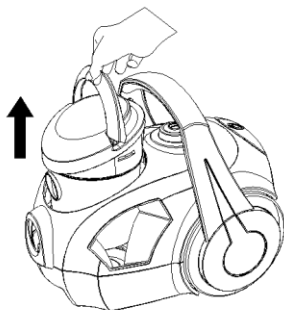

Fig. 3
- Détacher le réservoir à poussière de l'appareil. (Fig. 3)